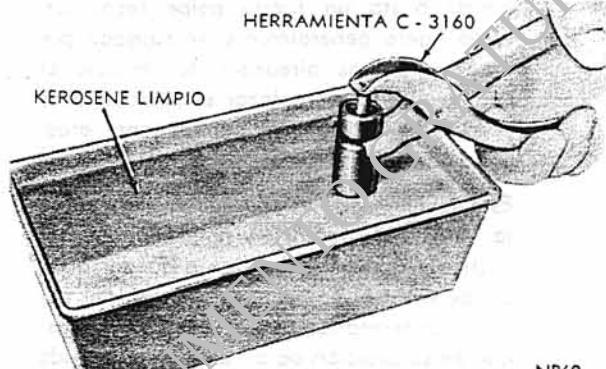

Fig. 15 - Prueba de Botadores Hidráulicos usando la Herramienta C-3160
5. Sosténgase el émbolo en posición vertical e insértese la parte inferior de la pinza Herramienta C-3160 en la ranura del cuerpo del botador (Fig. 15).
6. Instálese la parte superior de la pinza en la punta del émbolo del botador. Pruebe si existen fugas comprimiendo la pinza. Si el émbolo se hunde casi al instante cuando se aplica una presión, desarme el botador. Límpiense y pruébese otra vez (Fig. 15).